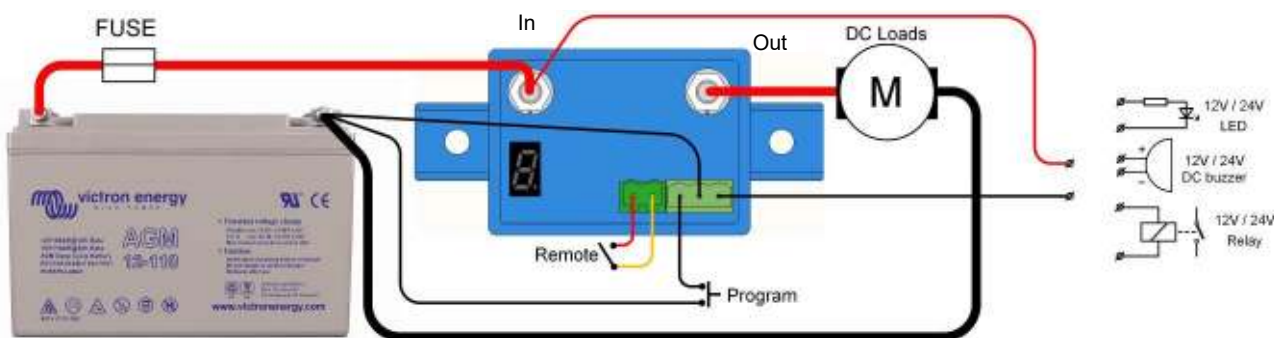

Figura 1 Diagrama de conexión del BP-65
8. Puede conectarse un interruptor remoto on-off al conector bifásico (ver figura 1) o entre el pin 2-1 del conector bifásico y el positivo de la batería.
9. Puede conectarse una señal acústica, LED o relé entre la salida de alarma y el positivo de la batería (ver figura 1). Carga máxima sobre la salida de alarma: 50 mA (a prueba de cortocircuitos).